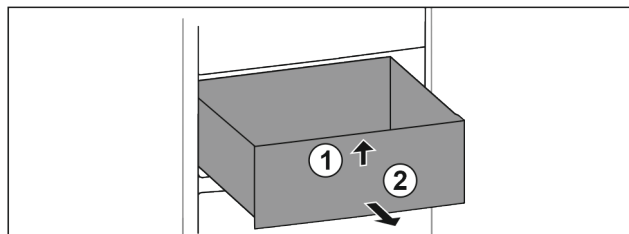

Fig. 83
- Nadzvedněte zásuvku vpředu. Fig. 83 (1)
- Vyjměte zásuvku dopředu. Fig. 83 (2)